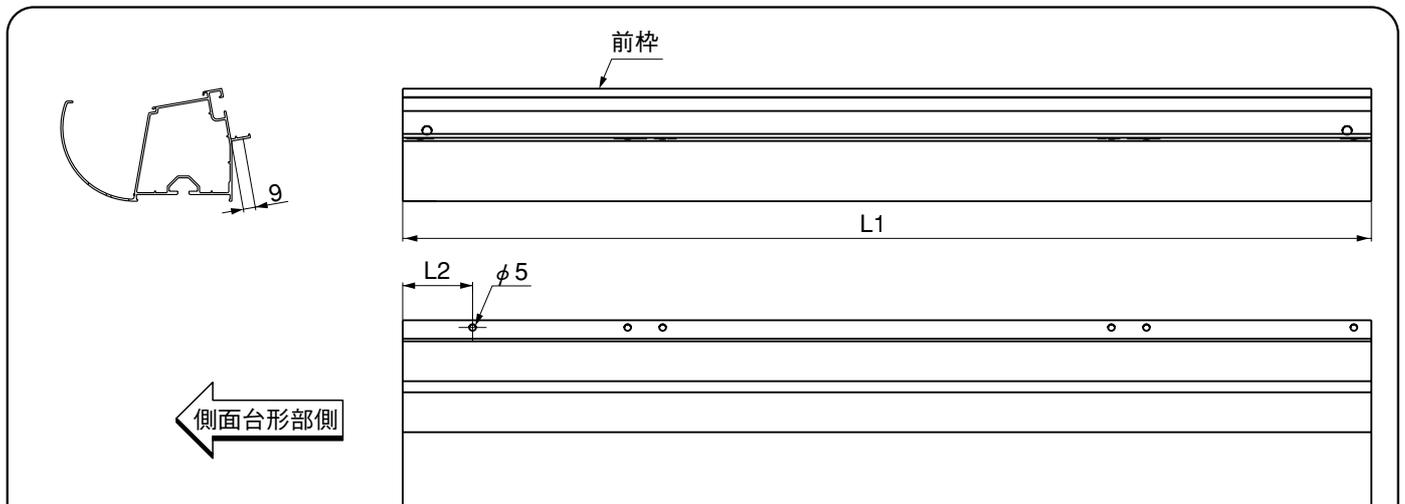

図3-1 前枠加工図
- ❶ 表3-1を参照して、前枠の切断寸法L1を決めてください。
- ❷ 図3-1にしたがって、前枠を切断してください。
- ❸ 表3-2と、図3-1にしたがって、前枠に $\phi 5$ の穴をあけてください。